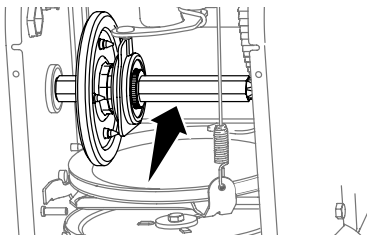

Figure 70
- Enduisez l'arbre hexagonal d'une mince couche de lubrifiant Bostik Regular Grade Never-Seez®. Voir (Figure 70).